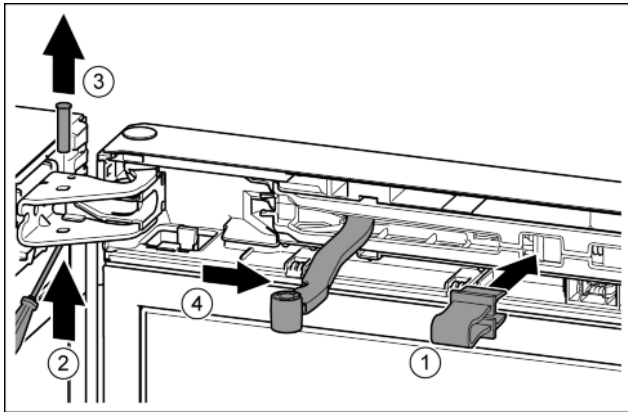

Fig. 10
- ▶ Зафиксировать предохранитель в отверстии. *Fig. 10 (1)*
- ▶ Выкрутить палец при помощи отвертки. *Fig. 10 (2)*
- ▶ Извлечь палец движением вверх. *Fig. 10 (3)*
- ▶ Повернуть шарнир в направлении двери. *Fig. 10 (4)*